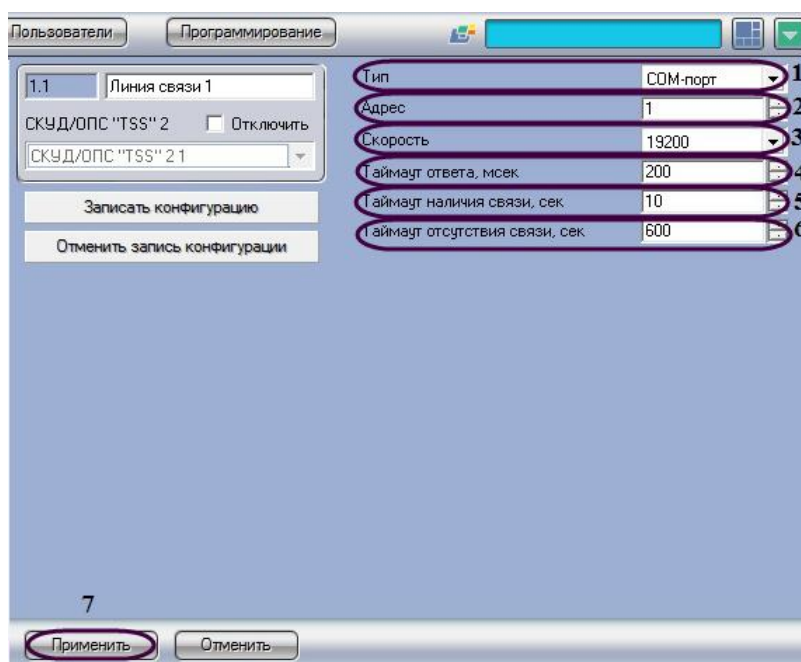

Рис. 3.3—2 Панель настроек подключения СКУД/ОПС TSS2 через COM-порт
1. Перейти на панель настроек объекта **Линия связи** (Рис. 3.3—2).
2. Из раскрывающегося списка **Тип** выбрать связь по COM-порту (см. Рис. 3.3—2, 1).
3. В поле **Адрес** установить с помощью кнопок **вверх-вниз** номер COM-порта (см. Рис. 3.3—2, 2).
4. Из раскрывающегося списка **Скорость** выбрать скорость обмена данными по COM-порту (см. Рис. 3.3—2, 3).